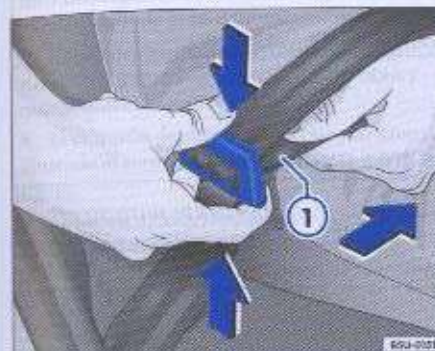
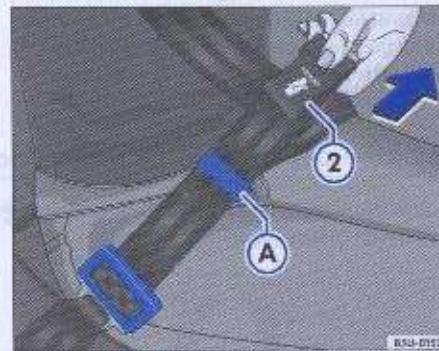

Fig. 13 Hebilla del cinturón: presionar para liberar el seguro
Fig. 14 Ajuste de las bandas del cinturón
- Mantenga presionada la hebilla como se ilustra ⇒ fig. 13 para desbloquear el seguro y poder ajustar el largo del cinturón.
- Extienda totalmente el cinturón, tirando de la banda inferior ⇒ fig. 13 ① en la dirección de la flecha. Asegúrese que la etiqueta cosida en el extremo del cinturón ② quede viéndose hacia arriba como se indica ⇒ fig. 14.
- Para ajustar el largo del cinturón, tire de la parte superior (tramo del cinturón en el que se encuentra la etiqueta) ⇒ fig. 14 ② en la dirección de la flecha, manteniendo una distancia del pasador A a la hebilla conforme ⇒ fig. 14 para facilitar el deslizamiento de la banda del cinturón. Se recomienda una holgura hasta 5 cm en la área del tórax, para efecto de confort.
- Coloque el pasador ⇒ fig. 14 A lo más cerca posible de la etiqueta en la extremidad del cinturón ⇒ fig. 14 ②.